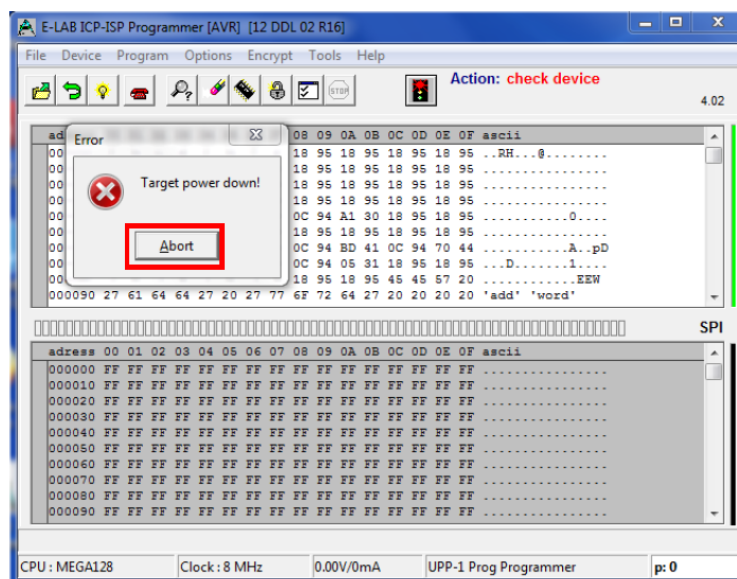

Рисунок 8
1.2.8 После проверки появляется сообщение об ошибке по умолчанию «Target power down!». Нажмите на кнопку «Abort» (рисунок 8).